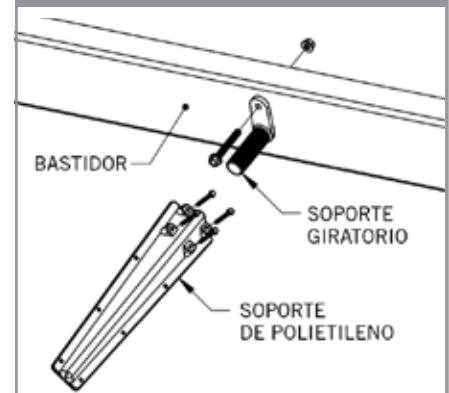

FIGURA 8
- Coloque cuatro tornillos de 5/16" x 3" a través del soporte de polietileno (10001464) y el bloque de apoyo (10001485) para sujetar el eslabón giratorio (10001476). **(Ver la Figura 8)**